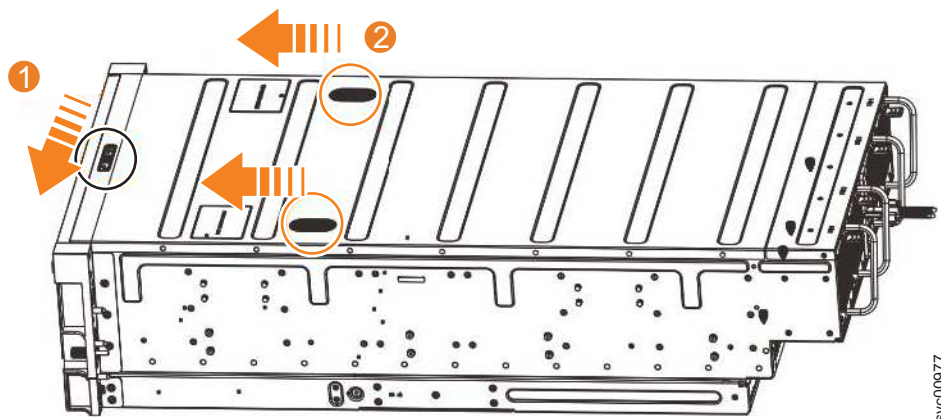

图 30. 松开 2077-92F 外盖
2. 按图 30 中所示方向滑动松开滑锁（**1**）。
3. 将外盖朝扩展机柜（**2**）前部滑动，如图 30 中所示。